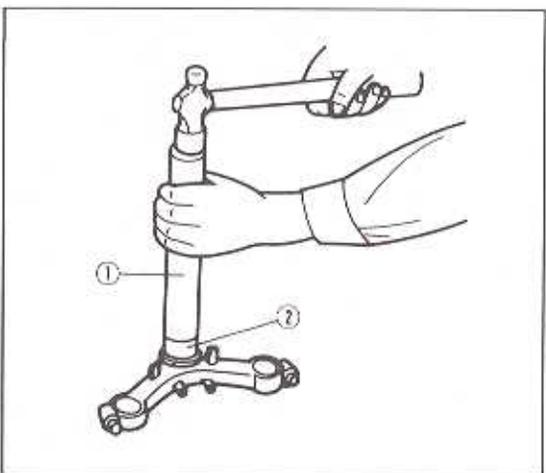

Bild 261
- Den Innenring auf den unteren Gabelkopf bis zur Anlage an der Schulter aufpressen (Bild 261).